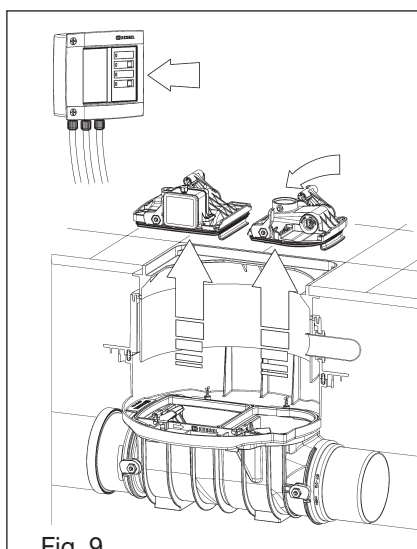

Fig. 9
- ① Contrôler si les joints et les portées de joint sont en bon état ; si nécessaire, procéder à l'échange des joints (voir figures 9 à 11)
- ② Contrôler la mécanique des organes d'étanchéité mobiles, si nécessaire, les graisser à nouveau
- ③ Vérifier l'étanchéité de la fermeture de l'installation en exécutant un
④ Contrôle et nettoyage de la sonde électrique (voir point 4.4)